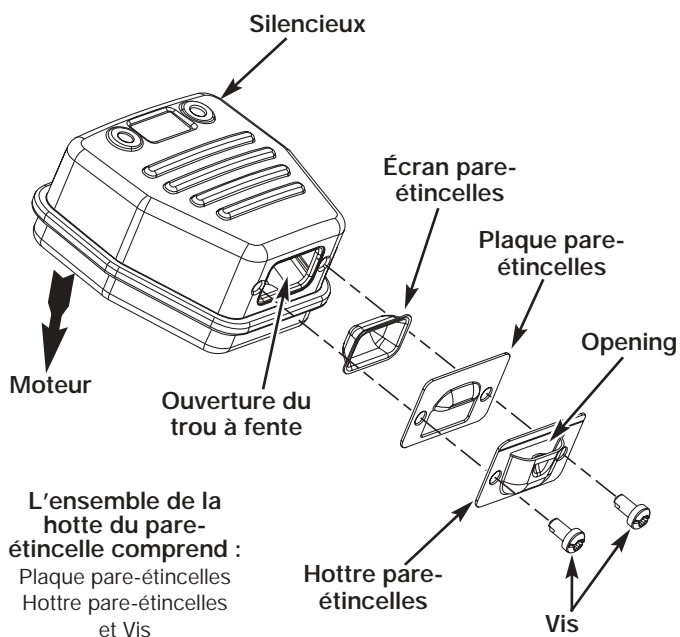

Fig. 29
2. Situez le pot d'échappement sans le retirer. Trouvez les deux (2) vis sur la partie inférieure du pot d'échappement (Fig. 29) Ces deux vis tiennent l'ensemble du déflecteur d'échappement et l'écran pare-étincelles à la partie inférieure du pot d'échappement. Retirez les deux (2) vis en vous servant soit d'un tournevis torx #20 ou d'un tournevis plat.
6. Placez la plaque du pare-étincelle au dessus du pare-étincelles avec le côté « élevé » vers le haut et l'ouverture vers le moteur (Fig. 29).
7. Placez la hotte du pare-étincelle sur la plaque du pare-étincelle avec le côté « élevé » vers le haut et l'ouverture tournée DU COTE OPPOSE au moteur (Fig. 29). Assurez-vous que l'échappement soit bien tourné DU COTE OPPOSE au moteur.